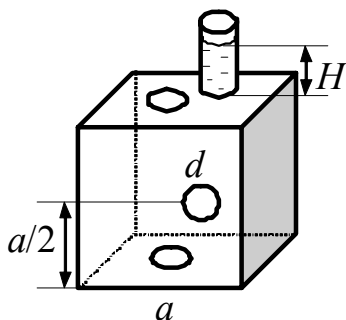

Рисунок 2.19
2.29. Кубический резервуар для хранения жидкостей с длиной сторон  $a$  соединяется с атмосферой через вертикальную трубку, укрепленную на его верхней стенке (рисунок 2.19). На верхней стенке, на дне и на середине (по высоте) одной из боковых сторон имеются круглые отверстия диаметра  $d = 2$  см, закрытые крышками. Резервуар заполнен водой так, что уровень ее в соединительной трубе относительно верхней стенки равен  $H = 1$  м. Определить величины сил, открывающих эти крышки.